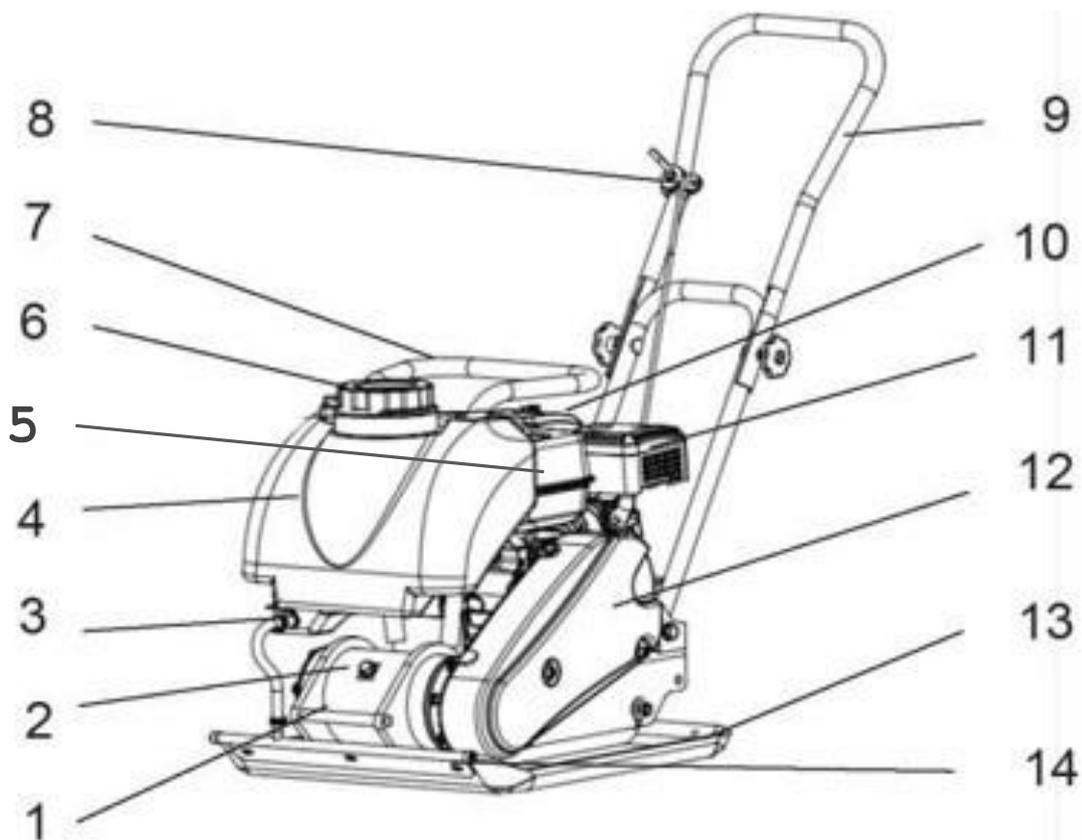

Рис.1 Устройство виброплиты\*
4. Рычагом газа поз. 8 (Рис. 1) быстро и плавно увеличьте обороты двигателя до максимальных. При этом, произойдет автоматическое включение центробежной муфты, и виброплита начнет работу.
5. Производите уплотнение слоя строительного материала, направляя виброплиту при помощи рукоятки управления поз. 9 (Рис. 1). Для достижения требуемой степени уплотнения производите уплотнение в несколько подходов, в зависимости от толщины и физико-механических свойств уплотняемого материала.
**Примечание:** В ряде случаев, для уплотнения хрупких материалов, например тротуарной плитки, используйте специальный коврик для агрегата, устанавливаемый на основание поз.13 (Рис. 1).